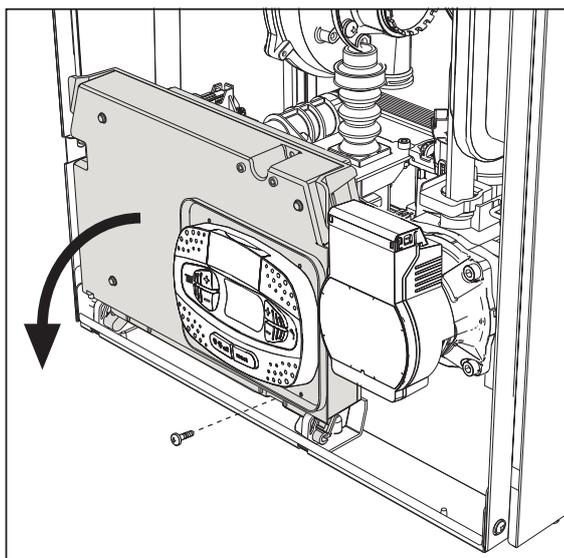
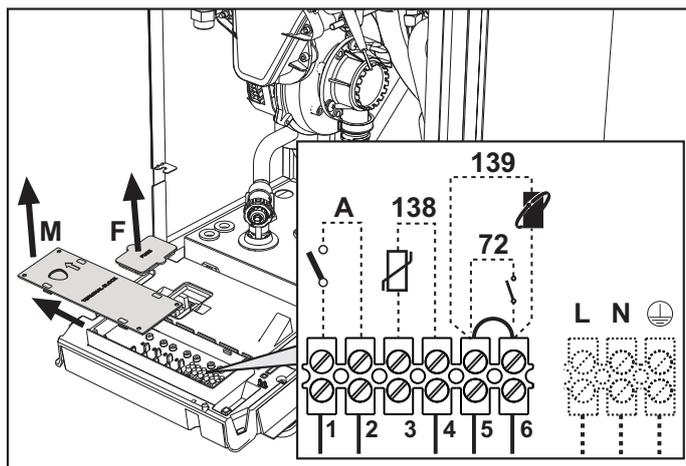

fig. 22
fig. 23
Après avoir retiré le panneau avant (*** 'Ouverture du panneau avant' on page 35 ***), il est possible d'accéder au bornier (M) et au fusible (F) en suivant les indications décrites ci-après (fig. 22 et fig. 23). **Les bornes indiquées en fig. 23 doivent être à contacts secs (et non pas 230 V).** La disposition des barrettes pour les différentes connexions est reportée dans le schéma électrique au chapitre des données techniques fig. 46.
Configuration interrupteur ON/OFF (A fig. 23)